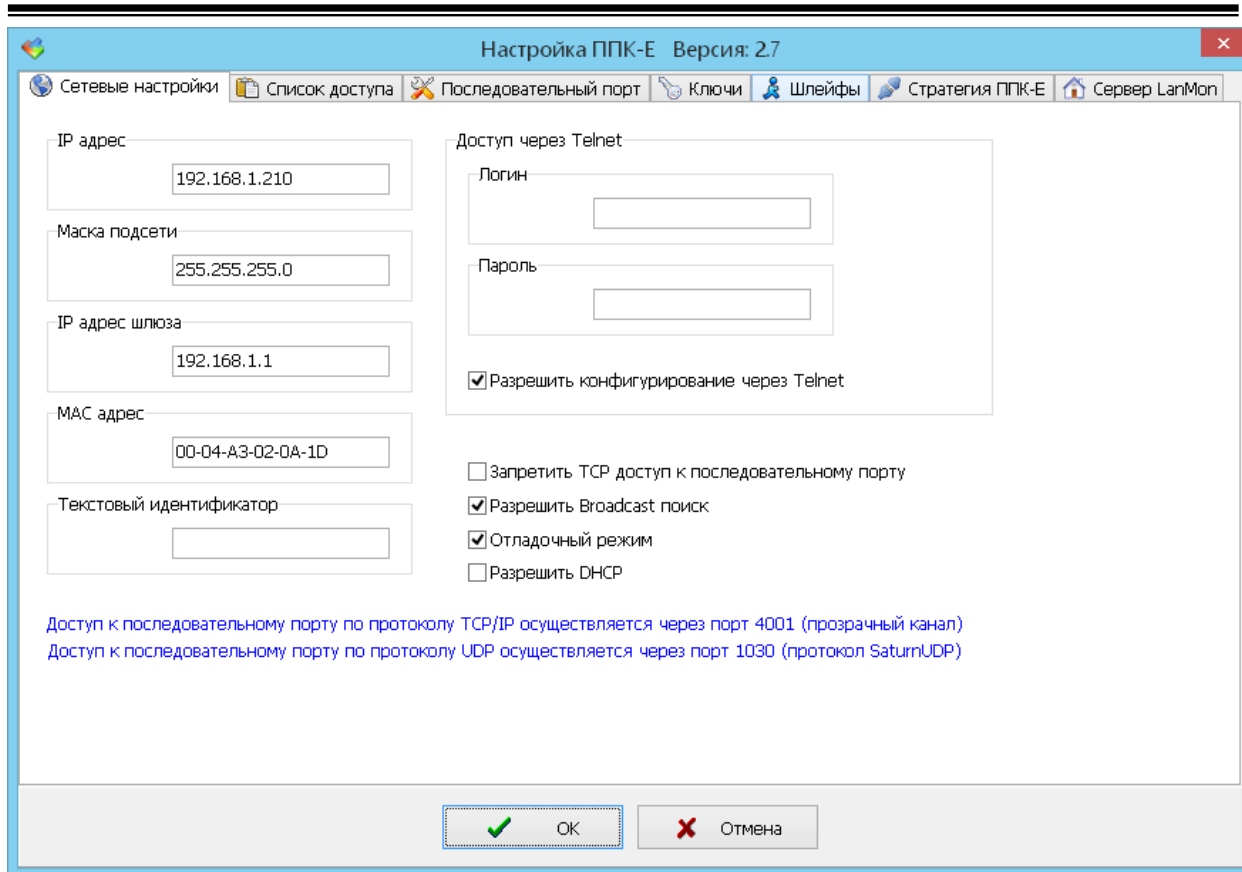

Рисунок 43 – Окно конфигурации сетевых настроек выбранного блока ППК-Е в программе RASOS
5. Для конфигурации любого найденного блока выполните двойной клик левой кнопкой мышки по строке с найденным блоком – откроется окно конфигурации блока, приведенное на рисунке ниже (см. Рисунок 43). Окно состоит из семи вкладок, на которых расположены доступные для изменения параметры блока ППК-Е.
2.9.3. Сетевые настройки ППК-Е располагаются на первой вкладке «Сетевые настройки» (см. Рисунок 43). Измените нужные поля для конфигурирования: